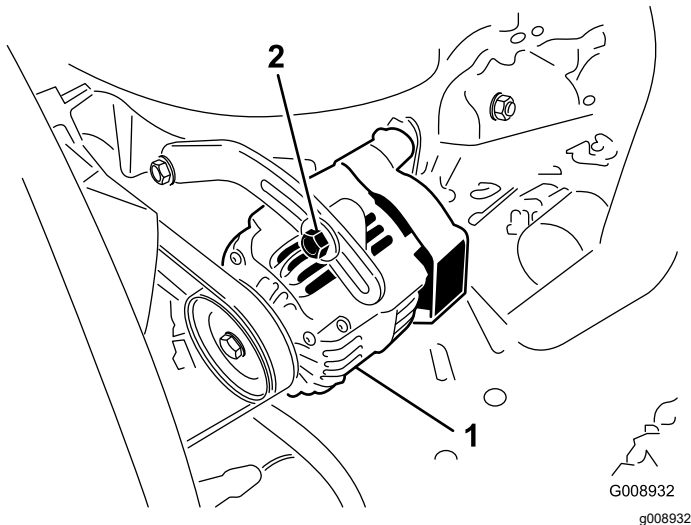

Figura 63
2. Si la desviación no es de 10 mm, afloje los pernos de montaje del alternador (Figura 63).